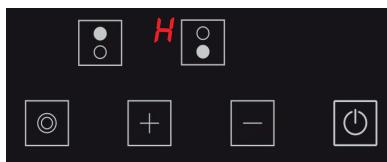

Figure 23
- 4.** L'unité passe en mode veille après ces procédures. Toutefois, l'icône **H** doit être affichée en cas de plaque de cuisson chaude même si l'unité passe en mode veille. (Voir Fig. 23)